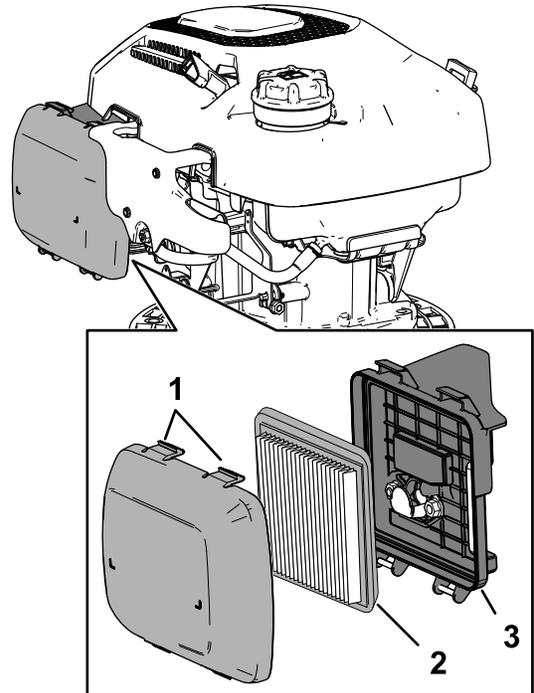

Figura 33
1. Presione hacia abajo los cierres de la parte superior de la tapa del filtro de aire (Figura 33).
3. Retire el elemento del filtro (Figura 33).